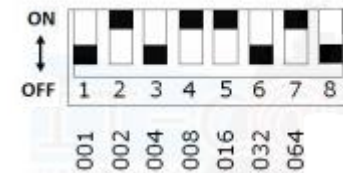

Рисунок 3
4.2 Установить адрес извещателя (от 1 до 127) с помощью бинарного числового кода и DIP-переключателя в соответствии с проектом. Адрес равен сумме значений переключателей кодирования от 1 до 7. Чтобы установить адрес через DIP-переключатели с использованием бинарного числового кода, надо соответствующие переключатели перевести в положение «ON» (Рисунок 3). Значение каждого переключателя приведено в таблице 2